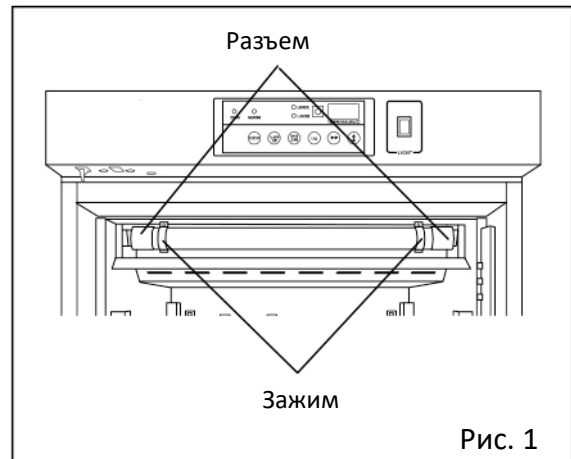

Рис. 1
3. Захватите лампу рядом с разъемом и потяните ее вниз вместе с крышкой лампы, чтобы извлечь лампу из зажимов (2 шт.), вместе с проводами (Рис. 1).
Стартер флюоресцентной лампы расположен в верхней правой части холодильника (Рис. 1).